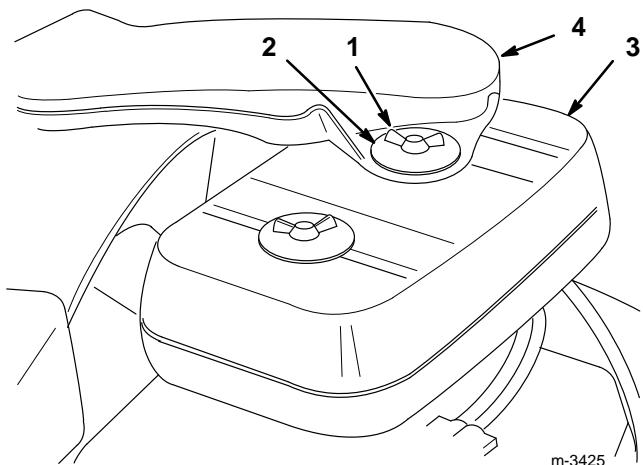

Abbildung 23
3. Den Bereich um den Luftfilter herum reinigen, um zu verhindern, daß Schmutz in den Motor gelangt und Schäden verursacht. (Abb. 23).
| 4. Flügelschrauben, Unterlegscheiben, Lufteinlaßrohr und Luftfilterabdeckung entfernen (Abb. 23). | |